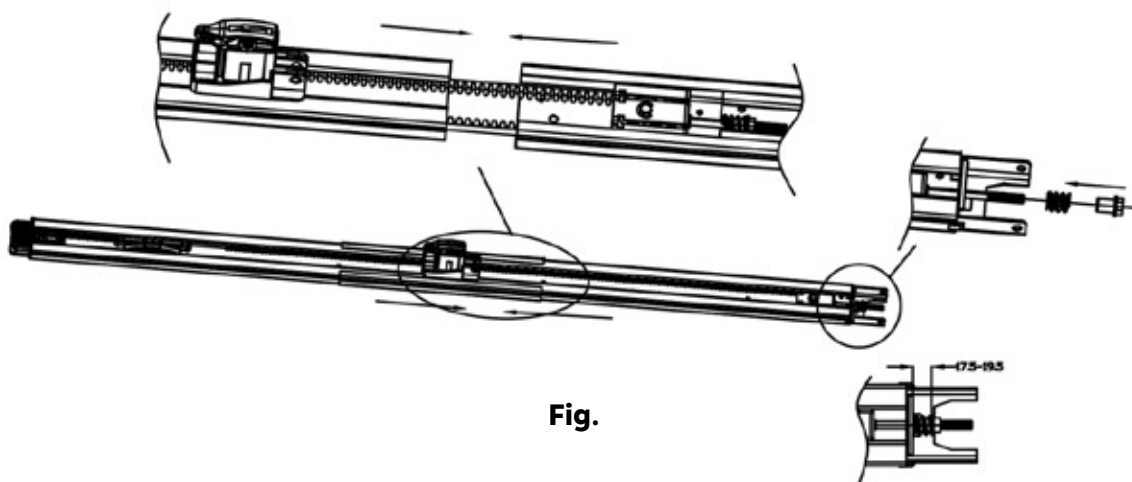

Fig. 7
7. De acuerdo con la Fig. 7, une las dos partes de los raíles con la funda y luego ajusta la tuerca en la posición indicada